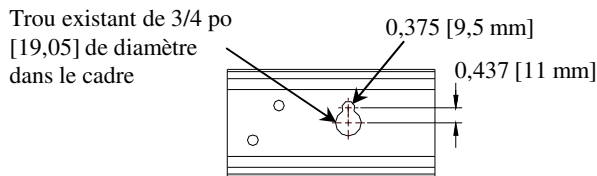

Figure 2
①	Qté (2)	Boulon de carrosserie 7/16-14 x 1.5 po Gr5	⑥	Qté (1)	Espaceur 1/4 x 1 x 1.94 po
②	Qté (2)	Espaceur 1/4 x 7/8 x 3 po	⑦	Qté (2)	Rondelle plate 3/8 po
③	Qté (2)	Rondelle conique 7/16 po	⑧	Qté (2)	Rondelle frein 3/8 po
④	Qté (2)	Écrou hex. 7/16-14	⑨	Qté (2)	Écrou hex. 3/8-16
⑤	Qté (1)	Boulon en U 3/8-16 x 1.875 GR5	⑩	Qté (2)	Fils de tirage 7/16 po
1. Abaisser le tuyau d'échappement enlevant les écrous des supports d'échappement, deux (2) écrous à chaque support. Des deux côtés. Pour dégagement additionnel si nécessaire pour la perceuse ou l'outil rotatif. Enlever l'isolateur en caoutchouc situé au raccord d'échappement avant. La vaporisation d'un lubrifiant ou d'eau savonneuse sur la tige du support métallique et l'isolateur en caoutchouc facilite l'enlèvement.
2. Enlever le ruban qui recouvre le trou d'accès du longeron. Des deux côtés. Marquer un point à 7/16 po [11 mm] du centre du trou et agrandir le trou d'accès pour permettre le passage de l'espaceur (art. 2) et du boulon de carrosserie. Voir la Figure 2.